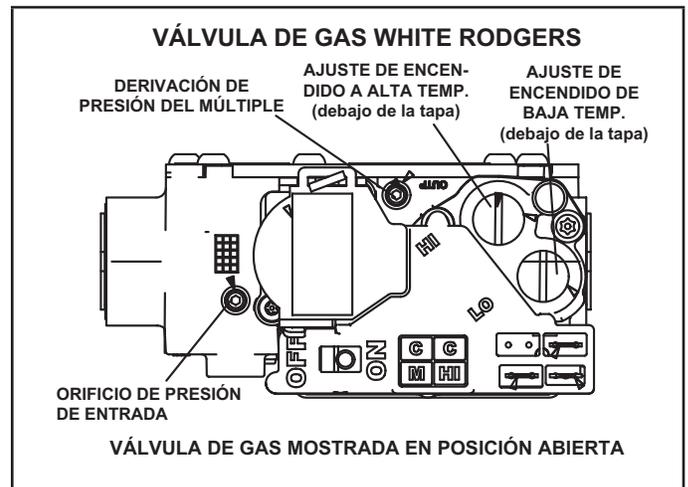

FIGURA 62
#### Operación de la válvula de gas ("FIGURA 62")
- 6 - Mueva el interruptor en la válvula de gas a la posición APAGADO. Ver "FIGURA 62".
- 8 - Mueva el interruptor en la válvula de gas a la posición ENCENDIDO. Ver "FIGURA 62".
Un tapón roscado de presión de entrada en la válvula de gas permite acceso a la presión de suministro. Ver "FIGURA 62". Retroceda el tornillo hexagonal de 3/32 una vuelta, conecte un tubo de 5/16 y conéctelo a un manómetro para medir la presión de suministro. Ver la "TABLA 25" para la presión de la línea de suministro.
Un tapón de presión del múltiple en la válvula de gas permite acceso a la presión del múltiple. Ver "FIGURA 62". Retroceda el tornillo hexagonal de 3/32 una vuelta, conecte un tubo de 5/16 y conéctelo a un manómetro para medir la presión del múltiple.
- 5 - Haga ajustes si es necesario. La "FIGURA 62" muestra la ubicación de los tornillos de ajuste de encendido de alta y baja temperatura.